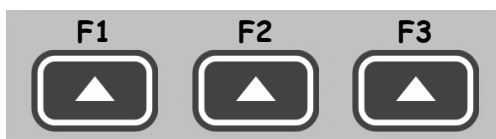

Рисунок 9
Функциональные клавиши  (F) выполняют различные действия, в зависимости от выбранного режима работы прибора. Наименование или символьное обозначение текущей функции выводится на дисплей над каждой из клавиш. В настоящем руководстве используется нумерация функциональных клавиш слева направо: F1, F2, F3 (рисунок 9).